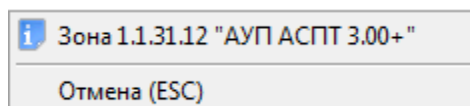

Рисунок 8-155 Контекстное меню для входа с типом "Контроль неисправности АУП"
- Только просмотр информации о входе и его состоянии (см. Рисунок 8-155).